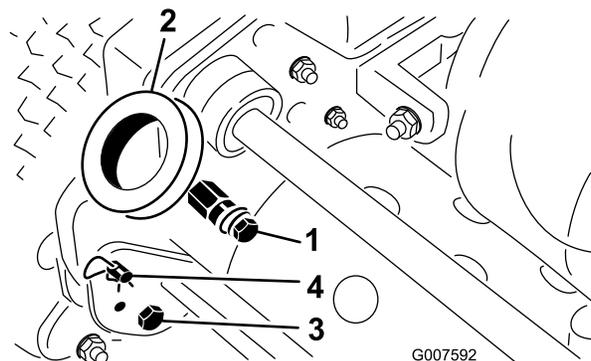

図 2
1. ハンドルアームの下部を機体両側に固定しているボルトとロックナットを取り外す(図 2)。
2. ハンドルアームをフレーム後部に固定しているヘアピンコッターとリングピンを取り外す(図 2)。
3. ハンドルの各端をハンドルアームの穴に差し込み、取り付けピンとハンドルの穴を整列させる(図 2)。
2. ハンドルを支えながら、左右のリングピンを抜き、ハンドルを希望の高さにセットする（図 2）。
1. 機体左右のリングピンからヘアピンコッターを抜き取る（図 2）。